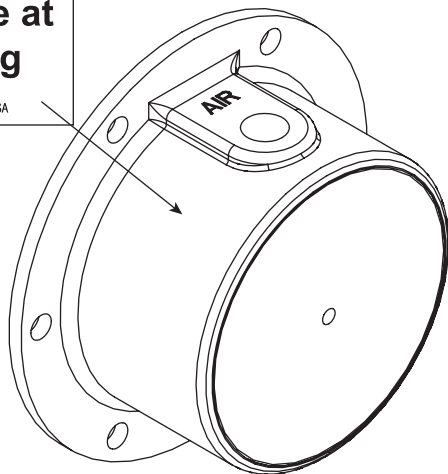

Figura 34. Posición recomendada de montaje de la calcamonia
2. Si la calcomanía L918 se incluye en el paquete de literatura, instálela en la tapa de la maza como se muestra en la figura 34.